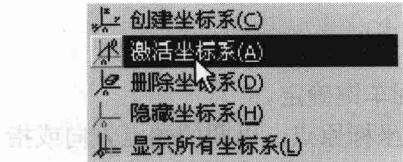
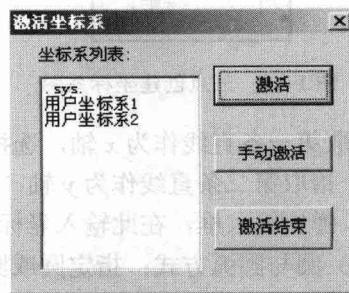

图1-12 激活坐标系
图1-13 “激活坐标系”对话框
- 选择菜单“工具”→“坐标系”→“激活坐标系”命令，如图1-12所示，弹出“激活坐标系”对话框。选择坐标系列表中的某一坐标系，单击“激活”按钮，如图1-13所示。该坐标系变为红色表示已经被激活。或者单击“手动激活”按钮，然后选择坐标系进行激活，激活结束后单击“激活结束”按钮退出对话框。